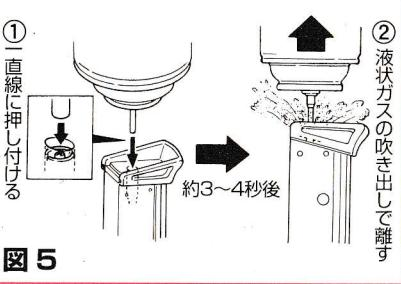

図5
<B. ガスの注入> ⇒図5参照
①注入バルブは図5のようにマガジンボディと平行に内蔵されています。マガジンを逆さまにして、マルゼンシューターズポンベのノズルが一直線になるように、注入バルブへ差し込み、軽く押し付けてください。